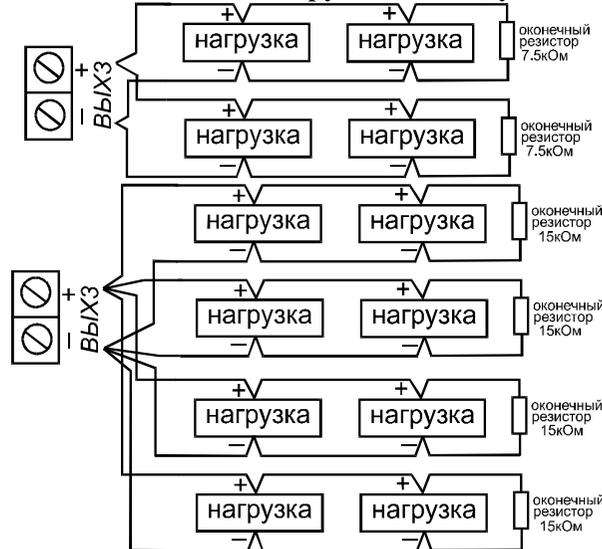

Рис.8
6. При подключении устройств оповещения к выходу «ВЫХ3» допускается разводка линий звездой. Значение окончных резисторов определяется числом ответвлений. При двух лучах - окончные сопротивления по 7,5 кОм, при четырех - по 15 кОм (рис.8).